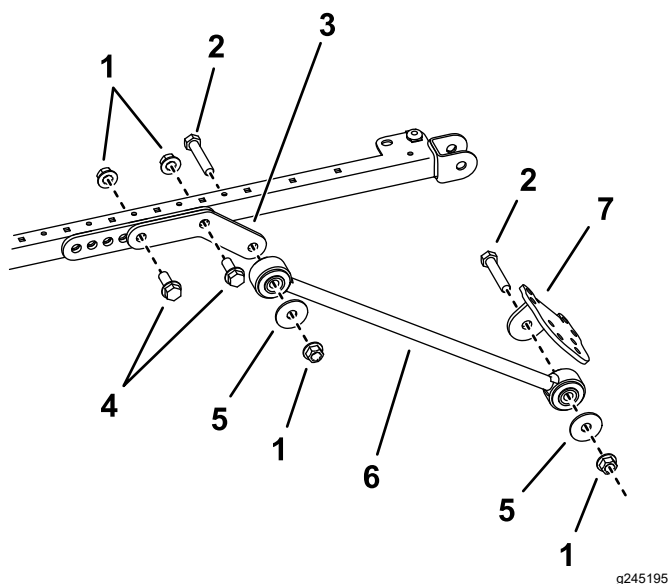

図 40
9. サンシェードのフレームの左右それぞれの側で、取り付けブラケットの後ろと中央の穴とに延長リンクを仮止めするボルト  $\frac{1}{2}$  x  $1\frac{1}{2}$ " 2 本、フランジナット  $\frac{1}{2}$ " 2 個を使用して図 40 のように取り付ける。
10. 各延長リンクの外側にブレースを取り付けるボルト  $\frac{1}{2}$  x  $2\frac{1}{2}$ "、ワッシャ  $\frac{1}{2}$ "、フランジナット  $\frac{1}{2}$ " を使用し、図 40 のように取り付ける。
11. 各ブレースに、ブレースブラケットを仮止めするボルト 1/2 x 2 1/2"、ワッシャ 1/2"、フランジナット 1/2"を使用し、図 40 のように取り付ける。